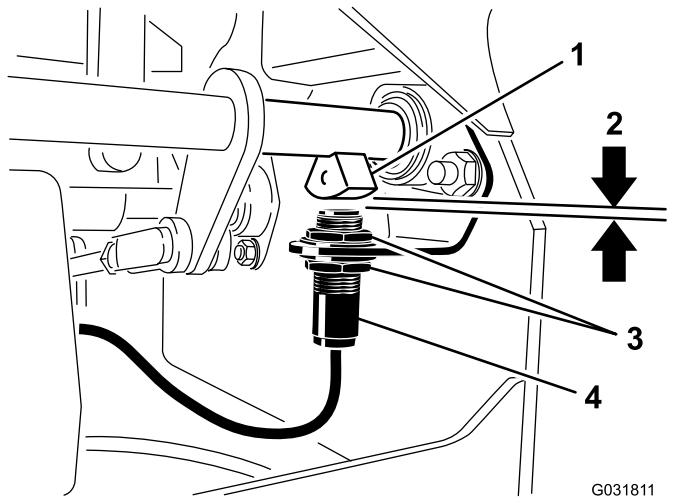

図 44
- ブレーキシャフトセンサーとインタロックスイッチのプランジャとの距離が 4 mm になるように、スイッチの位置を上下させて 図 44 のように調整する。